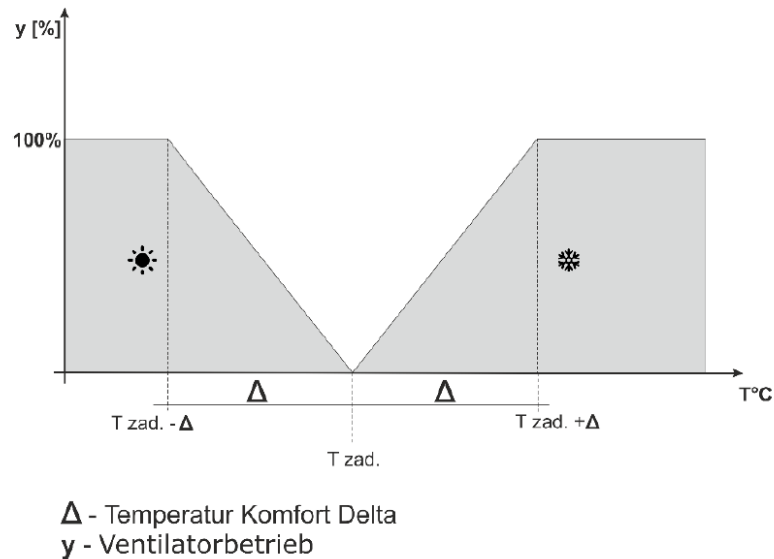

Abbildung 2 Diagramm der Ventilator-Funktion im Profil Komfort
- KOMFORT - In diesem Profil stellt der Benutzer im Menü Temperatureinstellungen, Abb. 1.2, eine gewünschte Temperatur (T_{zad}) ein. Wenn die Raumtemperatur um $0,1\text{ }^{\circ}\text{C}$ sinkt (Heizmodus) oder steigt (Kühlmodus), öffnet der Regler schrittweise das Ventil und startet den Ventilator. Wenn die Raumtemperatur weiter sinkt (Heizmodus) oder steigt (Kühlmodus), öffnet der Regler das Ventil schrittweise. Unterhalb der Temperatur von $T_{\text{zad}} - \Delta$ (oder oberhalb $T_{\text{zad}} + \Delta$) ist das Ventil vollständig geöffnet. Abb. 2 zeigt den Betrieb des Ventilators.